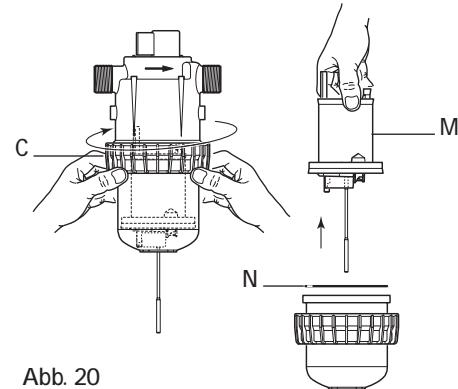

Abb. 20
- Lösen der Pumpenkörperschraubung per Hand (Abb. 20-C).
- Den gesamten Motorkolben (Abb. 20-M) nach oben herausziehen.
- Erneuter Zusammenbau : Den Motorkolben teils in den unteren (Schritt ①), teils in den oberen (Schritt ②) Pumpenkörper einfügen (vorsichtiges Einfügen der Lippen des Motorkolbens), erst dann beide Pumpenkörperpartien zusammenschieben und dabei darauf achten, dass der Dichtungsring (Abb. 20-N) nicht beschädigt wird.
- Schritt ③: Die Pumpenkörperschraubung per Hand festschrauben.
- Die Dosierpartie wieder anbauen, nicht jedoch ohne deren Dichtungsring (Abb. 20-N) gesäubert oder ausgetauscht zu haben.